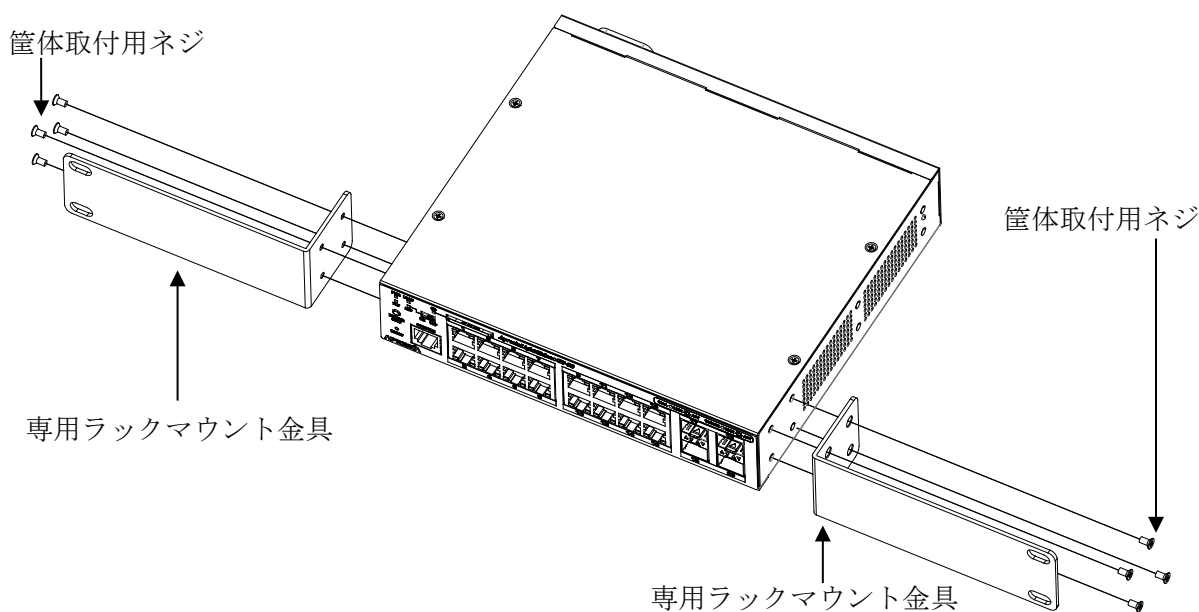

図 3-5 専用ラックマウント金具の取り付け方法
- (1) 筐体取付用ネジを用いてラックマウント金具を本体に取り付けます。金具の向きは図 3-5 を参照ください。
- (2) ラック取付用ネジを用いてラックマウント金具をラックに固定してください。